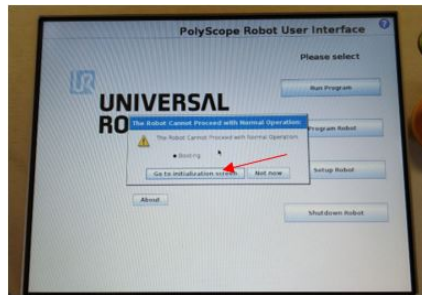

Figura 6: *Go to Initialization screen*
2. Hacer click en *Go to Initialization screen* cuando salga el aviso de la Figura 6